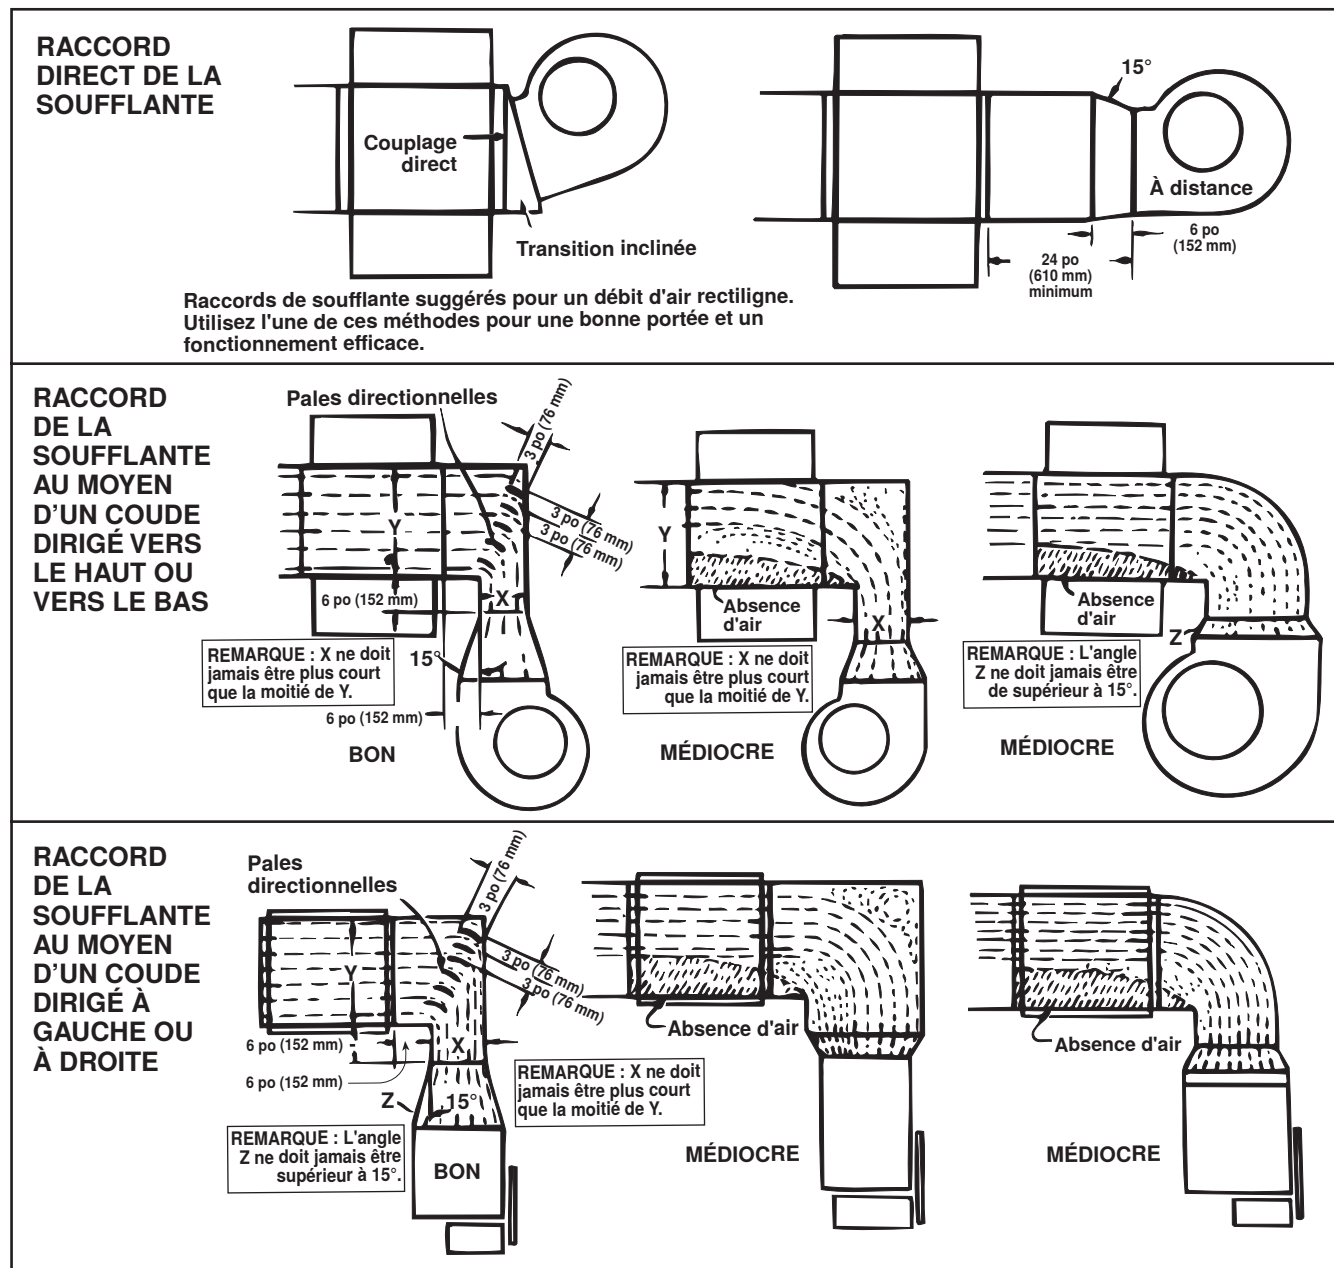

Figure 11. Raccords de la soufflante à la chaufferette de conduit
- Les dispositions appropriées du souffleur et du conduit de la fournaise en ce qui a trait à l'angle d'approche du branchement du conduit et à la disposition de l'ouverture de décharge du souffleur sont montrées dans la **Figure 11**.
Les angles d'approche abrupts semblables à ceux dans la **Figure 11** peuvent écourter la durée de vie de l'unité. Assurez-vous qu'un débit d'air suffisant est dirigé vers la base de la section de tuyau en utilisant des pales directionnelles comme il est indiqué.